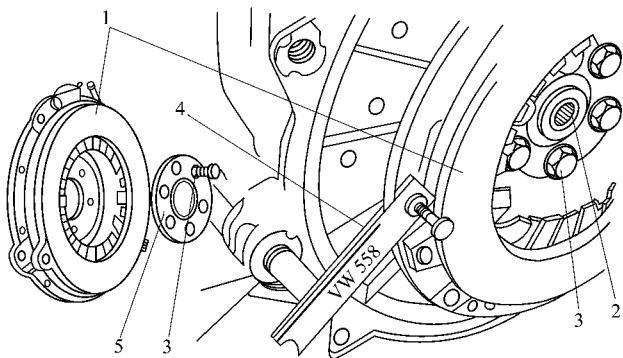

图 2-28 离合器压盘的安装
① 离合器压盘的安装。如图 2-28 所示,使用工具 4 将压盘 1 固定在曲轴 2 上。装上中间板 5 和其上 6 个螺栓 3,按对角线交叉逐个分几次扭紧(先用扭矩 $30\text{N} \cdot \text{m}$ 旋紧后再继续转 $1/4$ 圈)并在螺栓 3 上涂上螺栓紧固液(D6)。采用新螺栓,以确保螺栓紧固。